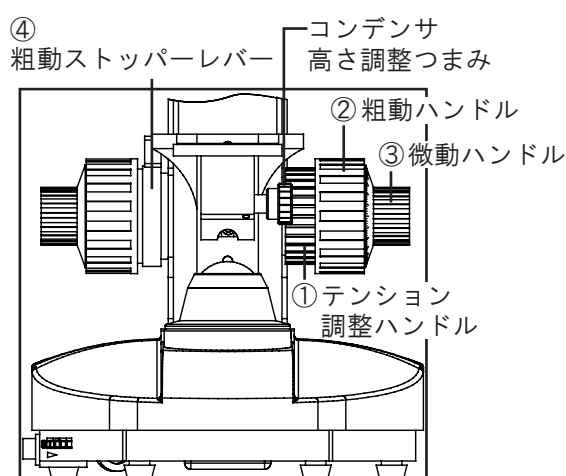

図 1
1. 粗動ハンドルのテンション調整ハンドル①を回します。（図 1）手前方向に回すと粗動ハンドル②の回転は重くなり、逆に回すと軽くなります。
2. ステージが自然降下したり、微動ハンドル③でピントを合わせてもすぐぼけてしまう場合は、ゆめ過ぎですのでテンション調整ハンドル①を手前方向に回して回転を重くします。
3. 粗動ストッパーは、標本と対物レンズの衝突防止及びピント合わせの迅速化のための機構です。標本にピントを合わせた後に、粗動ストッパーレバー④を奥方向に回してロックすると、粗動の上限が制限されます。